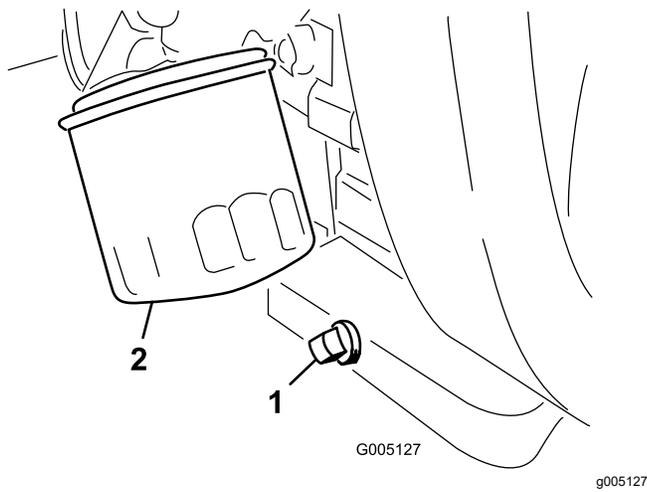

Figura 30
1. Retire el tapón de vaciado (Figura 30) y deje fluir el aceite a un recipiente apropiado.
2. Limpie las roscas del tapón de vaciado, aplique sellador de PTFE, e instale el tapón de vaciado (Figura 30).
3. Retire el filtro de aceite (Figura 30).